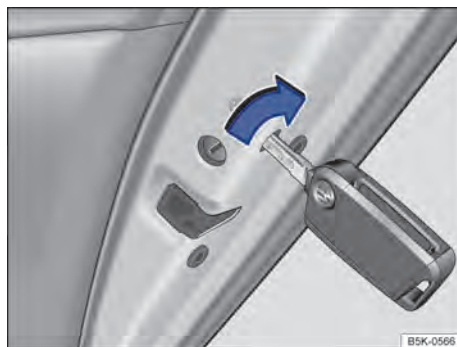
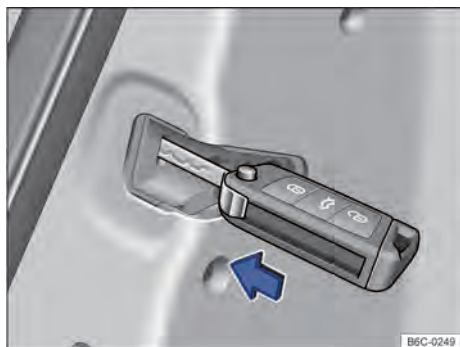

Fig. 56 Travamento de emergência do veículo com a chave do veículo (variante 1).
Fig. 57 Nas portas, dianteira direita e traseiras: travamento de emergência do veículo com a haste metálica da chave (variante 2).
Dependendo da versão do veículo o local de travamento das portas pode variar → Fig. 56 ou → Fig. 57.
- Inserir a haste metálica da chave na fenda vertical → Fig. 56 e girar. **Ou**
- Inserir a haste metálica da chave na fenda vertical → Fig. 57 e pressionar.